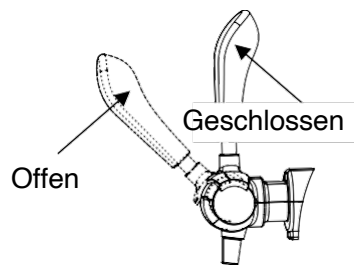

Abbildung 12
5. Um das Bier zu zapfen, ziehen sie den Zapfhahn-Mechanismus herunter; Sie können auch den Druckregelknopf einstellen, um die Bierdurchflussmenge und den Schaum zu regulieren (wie auf der Abbildung 12 dargestellt);